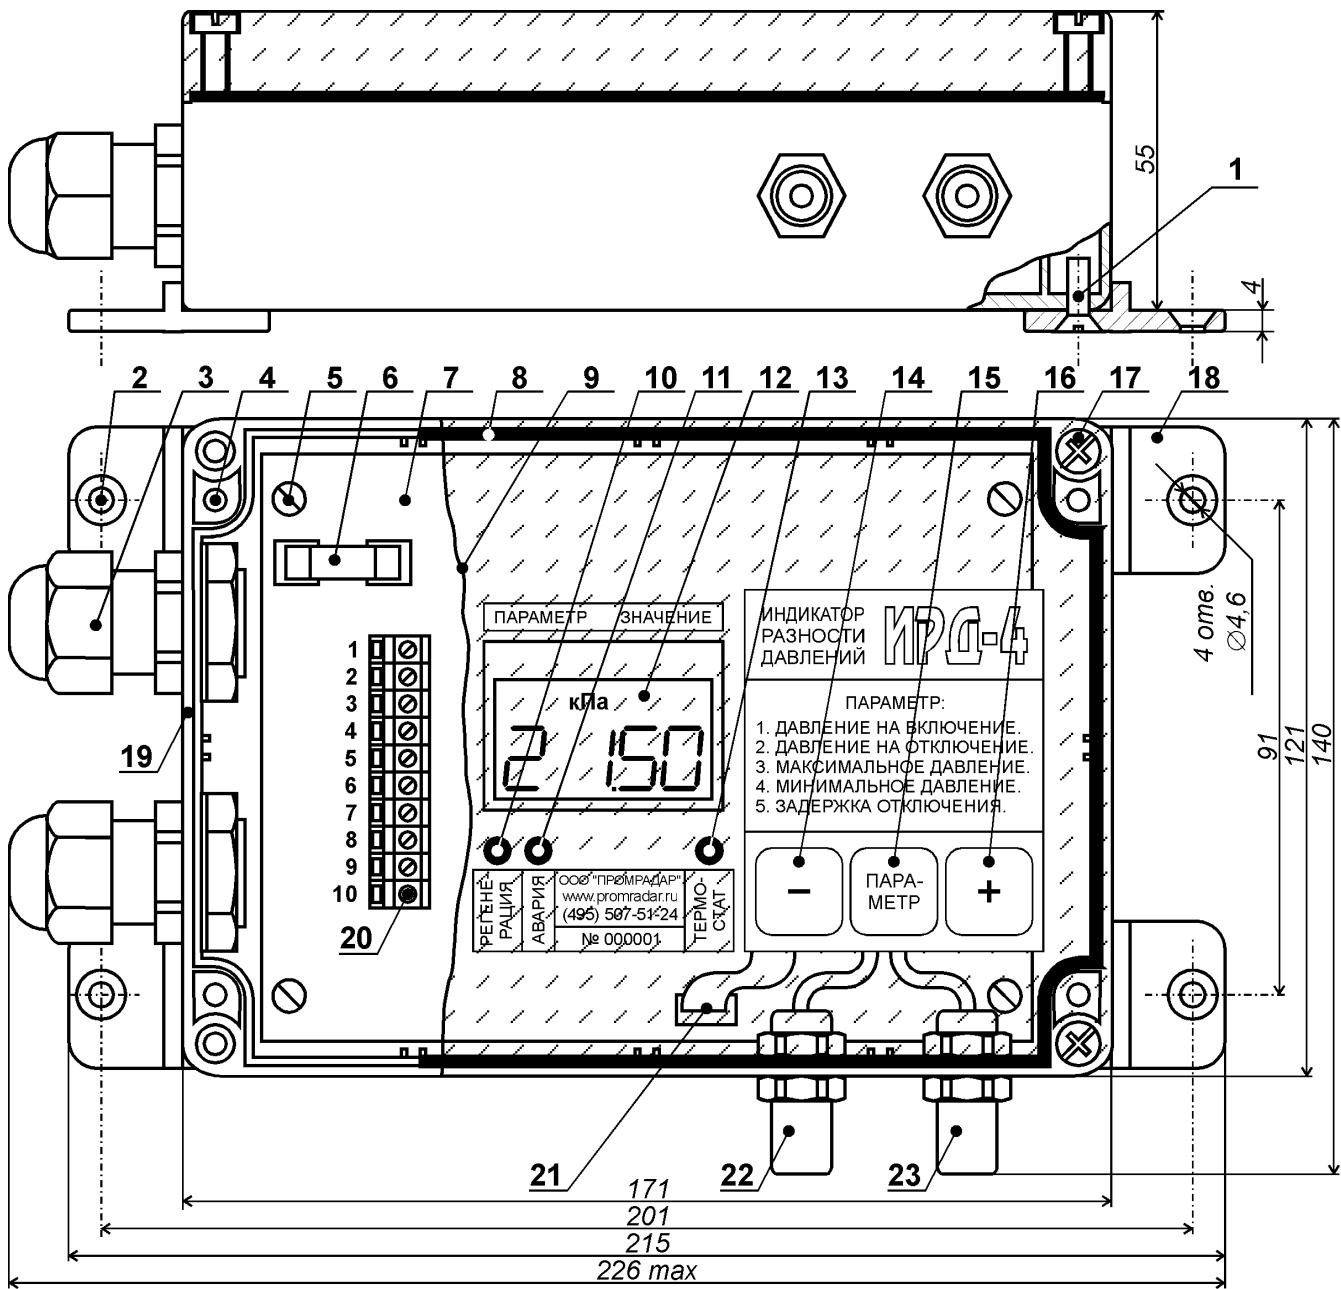
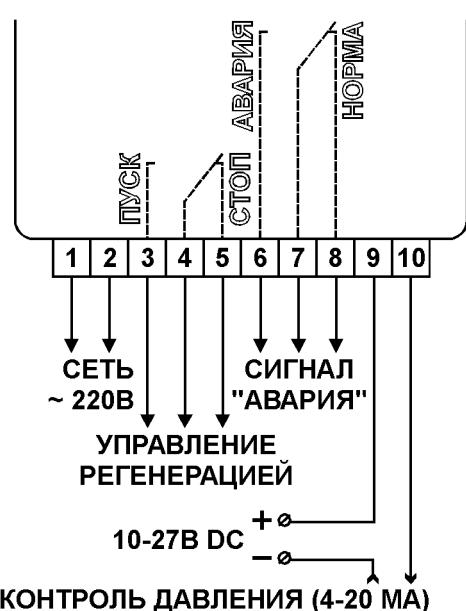

Рис. 1. Конструкция прибора ИРД-4.
Рис. 2. Схема электрического подключения прибора ИРД-4.
Конструкция прибора показана на рис. 1.
6.2. Прибор крепится четырьмя винтами с резьбой M4 или саморезами диаметром до 4,5 мм. Крепёжные винты (саморезы) вставляются в предназначенные для этого отверстия [рис. 1, поз. 2].
6.3. На входной и выходной воздуховоды фильтра устанавливаются присоединительные штуцера, которые отрезками пневмотрубки соединяются с соответствующими штуцерами «Воздух до фильтра» [рис. 1, поз. 22] и «Воздух после фильтра» [рис. 1, поз. 23]. Штуцера и пневмотрубки входят в комплект поставки прибора.
6.4. К внутренней стороне крышки прибора приклеены плоские сенсорные кнопки, которые соединяются с печатной платой шлейфом из гибких проводников. Поэтому перед снятием крышки необходимо, аккуратно подняв и удерживая её, осторожно потянуть за разъём [рис. 1, поз. 21] и отсоединить указанный шлейф от печатной платы.
6.6. Схема электрического подключения прибора приведена на рис. 2. Контакты выходных электромагнитных реле показаны в тех положениях, в которых они находятся при снятии с прибора напряжения питания.
6.10. Для удалённого контроля дифференциального давления между клеммами 9 и 10, согласно рис. 2, соблюдая полярность, последовательно подключаются источник постоянным напряжением от 10 до 27 В и миллиамперметр (либо вход контроллера, рассчитанный на приём токового сигнала диапазона 4 – 20 мА).
7.1. При подаче на прибор напряжения питания три правых разряда жидкокристаллического индикатора [рис. 1, поз. 12] (далее именуемого «ЖКИ») отображают перепад давлений воздуха на входе и выходе фильтра (от 0,00 до 4,00 кПа). При прогреве встроенного датчика дифференциального давления до рабочей температуры светодиод «Термостат» [рис. 1, поз. 13] горит красным цветом. Изменение цвета свечения с красного на зелёный означает, что погрешность индикации давления не превышает $\pm 1,5\%$.
7.2. Прикосновение к сенсорной кнопке «Параметр» [рис. 1, поз. 15] переводит прибор в режим ввода уставок. При этом левый разряд ЖКИ показывает номер регулируемого параметра, а три правых разряда – его значение. Значение параметра можно изменить кнопками «-» [рис. 1, поз. 14] и «+» [рис. 1, поз. 16], а переход к регулировке следующего параметра производится прикосновением к кнопке «Параметр». Список регулируемых параметров приведён в табл. 1.
7.4. Если дифференциальное давление меньше давления на включение, то прибор находится в режиме ожидания и светодиод «Регенерация» [рис. 1, поз. 10] не горит. В противном случае прибор включает указанный светодиод и переводит контакты реле управления регенерацией в положение «ПУСК» (рис. 2). Если порог на включение составляет 0,00 кПа, то контакты реле будут непрерывно находиться в этом положении.
7.6. Светодиод «Авария» зажигается красным цветом, если дифференциальное давление вышло за пределы диапазона между заранее заданными аварийно-низким и аварийно-высоким значениями. Если воздуховоды, подходящие к штуцерам прибора [рис. 1, поз. 22 и 23], надёжно зафиксированы, не забиты пылью и герметичны, то причинами аварии могут быть, например, разрушение одного или нескольких фильтровальных элементов, либо неэффективная работа системы регенерации, которую следует проверить и, при необходимости, настроить.
- аккуратно подняв крышку на высоту примерно 2 см над корпусом и удерживая её в этом положении, осторожно потянуть за разъём [рис. 1, поз. 21], отсоединив гибкий шлейф проводов от печатной платы прибора [рис. 1, поз. 7].
9.1. Свечение светодиода «Авария» [рис. 1, поз. 11] не является признаком неисправности прибора. Оно свидетельствует о возможной аварии фильтра или системы его очистки (см. п. 7.6.).
9.2. Если при подаче сетевого напряжения на прибор перегорает предохранитель [рис. 1, поз. 6], следует убедиться, что напряжение на клеммах 1 и 2 составляет от 187 до 242 В переменного тока частотой 49 – 51 Гц, а затем заменить предохранитель, предварительно отключив прибор от сети. При повторном перегорании предохранителя следует направить прибор предприятию-изготовителю для проведения ремонта.
9.3. Если прибор не реагирует на прикосновения к сенсорным кнопкам [рис. 1, поз 14, 15 и 16], то следует провести его техническое обслуживание в соответствии с указаниями раздела 8 настоящего Руководства. Если после этого работоспособность прибора не восстановилась, необходимо направить прибор предприятию-изготовителю для проведения ремонта.